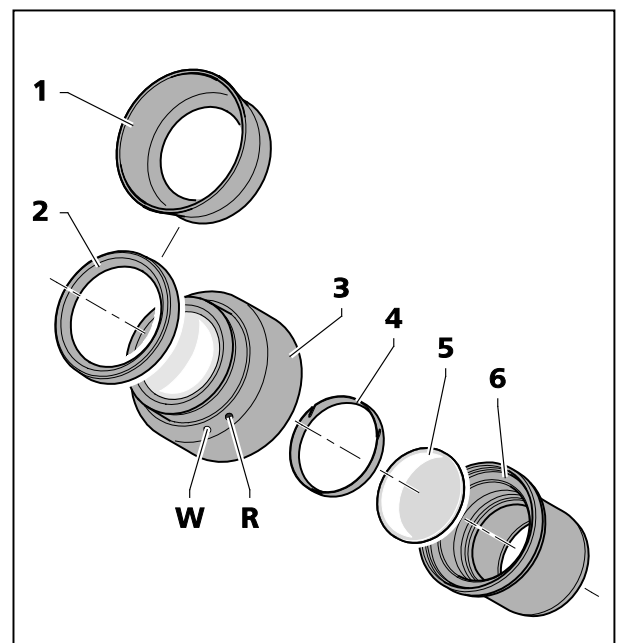

Bild 16 Okularplatte einsetzen
Die Okulare sind mit Brillenschutzringen aus Gummi versehen, um Kratzer auf den Brillen zu vermeiden. Diese können wahlweise durch umstülpbare Augenmuscheln (Bild 16/1) ersetzt werden.
- Dazu die Brillenschutzringe (Bild 16/2) von den Okularen (Bild 16/3) abziehen und die Augenmuscheln (Bild 16/1) aufsetzen.
- Blendenteil (Bild 16/6) aus dem Okular (Bild 16/3) herausschrauben.
- Sicherungsring (Bild 16/4) herausziehen.
- Okularplatte (Bild 16/5) einsetzen.
Die durch den zusätzlichen Glasweg bewirkte leichte Bildverlagerung wird an der Dioptrienskala dadurch berücksichtigt, dass die Nullstellung nicht durch den weißen Punkt (Bild 16/W), sondern durch den roten Punkt (Bild 16/R) angezeigt wird.